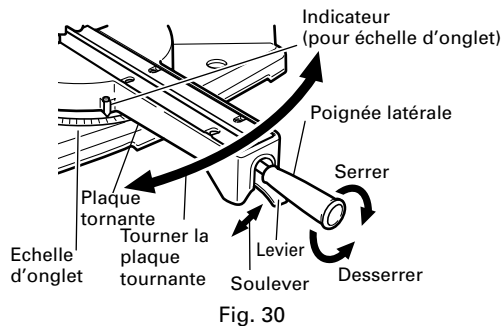
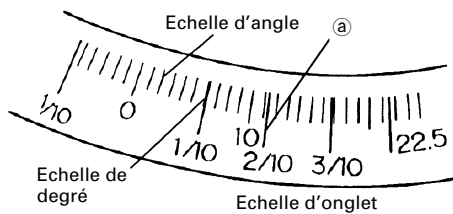

Fig. 30
Fig. 31
- (1) Desserrer la poignée latérale et tirer vers le haut le levier des butées d'angle. Cela fait, régler la plaque tournante jusqu'à ce que l'indicateur soit aligné avec le réglage désiré sur l'échelle de coupe d'onglet (Fig. 30).
- (2) Resserrer la poignée latérale pour fixer la plaque tournante à la position voulue.
- (3) L'échelle d'onglet (Fig. 31) indique à la fois l'angle de coupe de l'échelle d'angle et le degré de l'échelle de degré.
- (4) Le degré, qui est le rapport de la hauteur sur le socle de la section triangulaire à retirer, pourra être utilisé pour régler l'échelle d'onglet à la place de l'angle de coupe, au besoin (voir Fig. 31).
- (5) En conséquence, pour couper une pièce à un angle de 2/10, régler l'indicateur sur la position \textcircled{a} , comme indiqué à la Fig. 31.